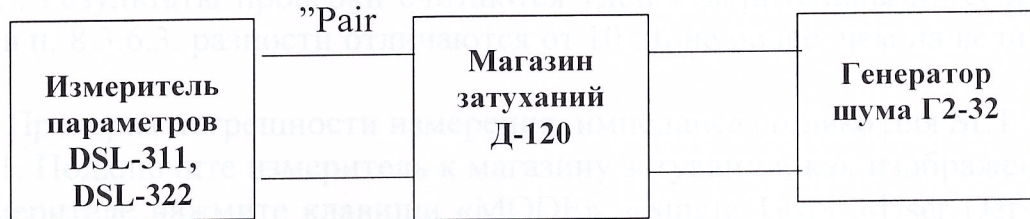

Рис.8.7.
8.3.5.1.Соберите схему согласно рис. 8.7.